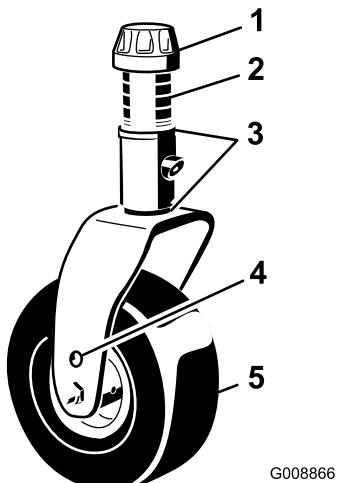
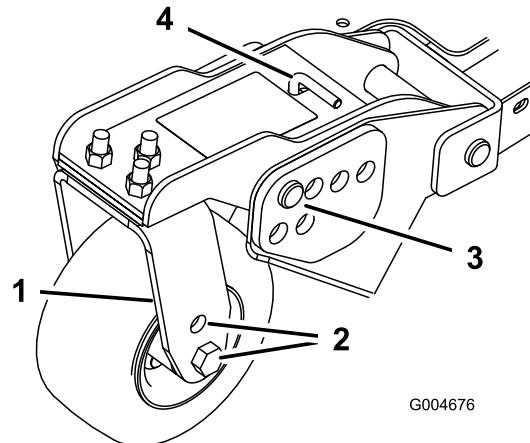
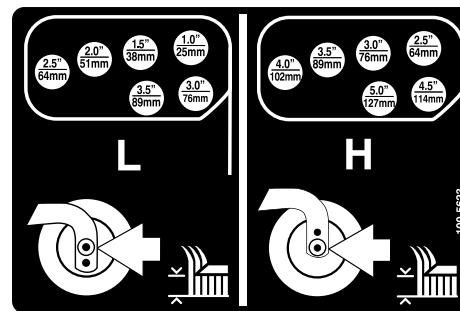

Рисунок 18
Рисунок 20
Рисунок 21
1. Поместите оси поворотных колес в одинаковые отверстия во всех вилках поворотных колес (Рисунок 18 и Рисунок 20).
2. Снимите колпачковую гайку с вала шпинделя и извлеките шпиндель из рычага поворотного колеса (Рисунок 18).
- Извлеките игольчатые шплинты и шплинтуемые штифты из рычагов поворотных колес (Рисунок 20).
отверстий с выбранными отверстиями кронштейна высоты скашивания в раме деки газонокосилки (Рисунок 20 и Рисунок 21).